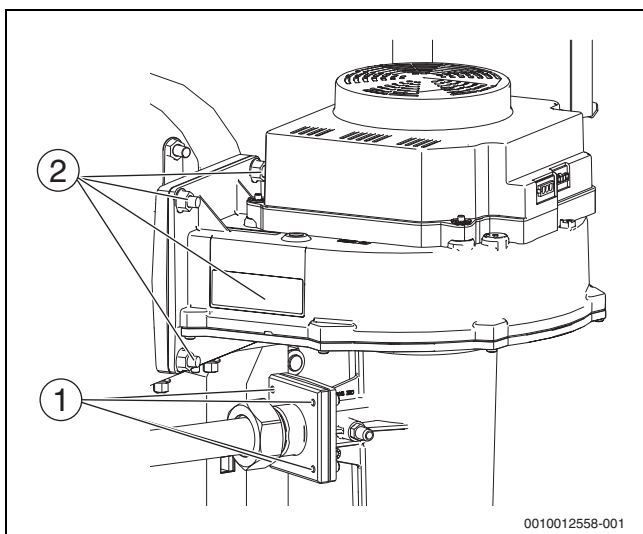

Рис. 61 Демонтаж вентилятора (котлы 150-300 кВт)
- ▶ Отсоедините фланец, для чего отверните 4 гайки на трубе Вентури (→ рис. 61, [1]).
- ▶ Отсоедините вентилятор, для чего отверните 4 гайки на смесительном колене (→ рис. 61, [2]).